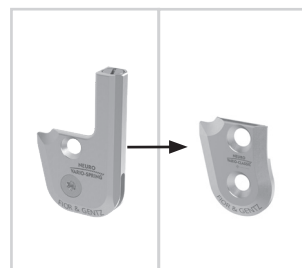

Fig. 22
- 2 Monte la cubierta de la articulación de sistema **NEURO VARIO-CLASSIC** en la anchura de sistema correspondiente (fig. 22).